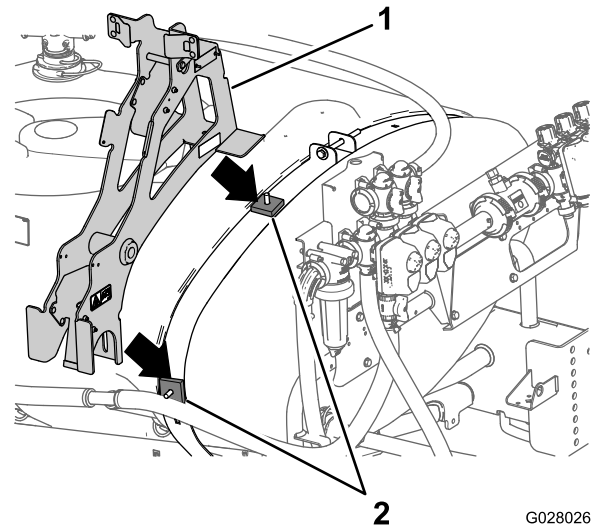

Figure 3
5. Placez 2 entretoises carrées sur les boulons de carrosserie montés précédemment (Figure 3).
6. Montez le cadre porteur principal sur les entretoises carrées et les boulons de carrosserie, comme montré à la Figure 3.